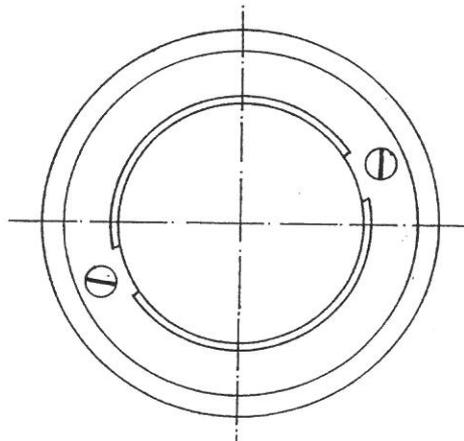

Bild 3.2.1 : Montage des Rotors (Kolben sind im OT)
2. Den Rotor auf den Träger für den Fliehkraftregler montieren. (Passtift entfernen!) (Bild 3.2.1)